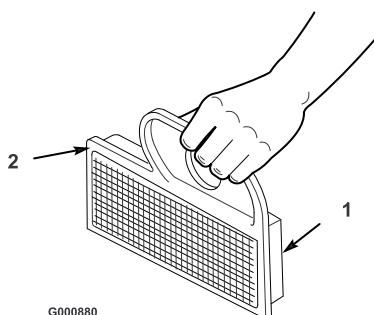

Figura 33
- A. Bata levemente com o elemento numa superfície plana para remover a poeira e sujidade (Figura 33).